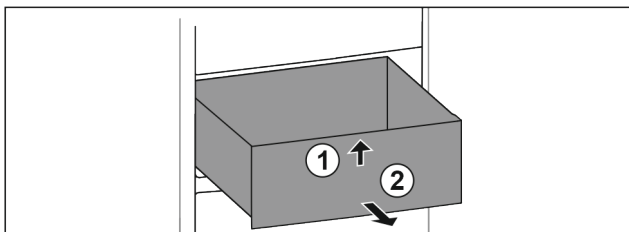

Fig. 57
- ▶ Lade aan de voorkant optillen. Fig. 57 (1)
- ▶ Lade naar voren toe verwijderen. Fig. 57 (2)